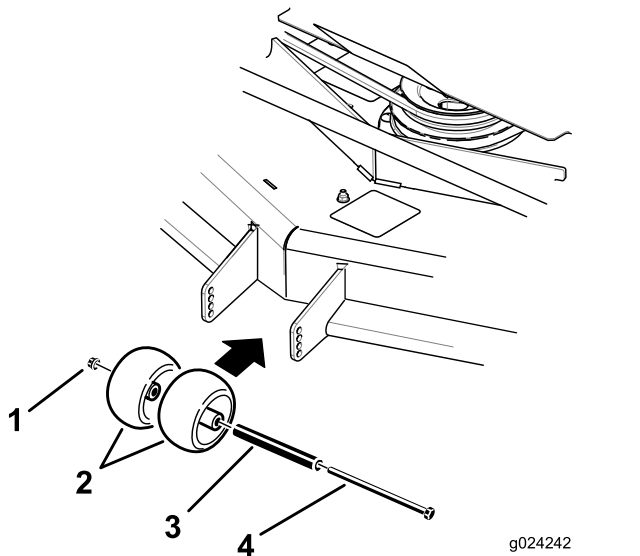
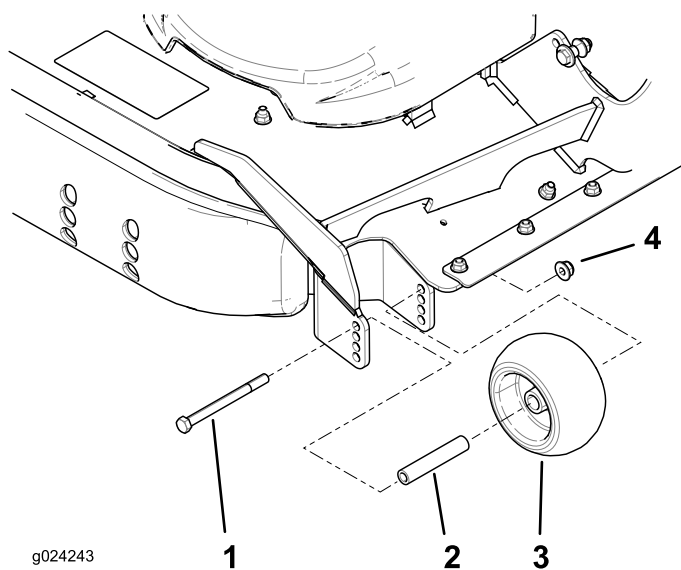

Figura 33
Figura 34
3. Remova os rolos antidanos como se mostra na Figura 33 e na Figura 34.